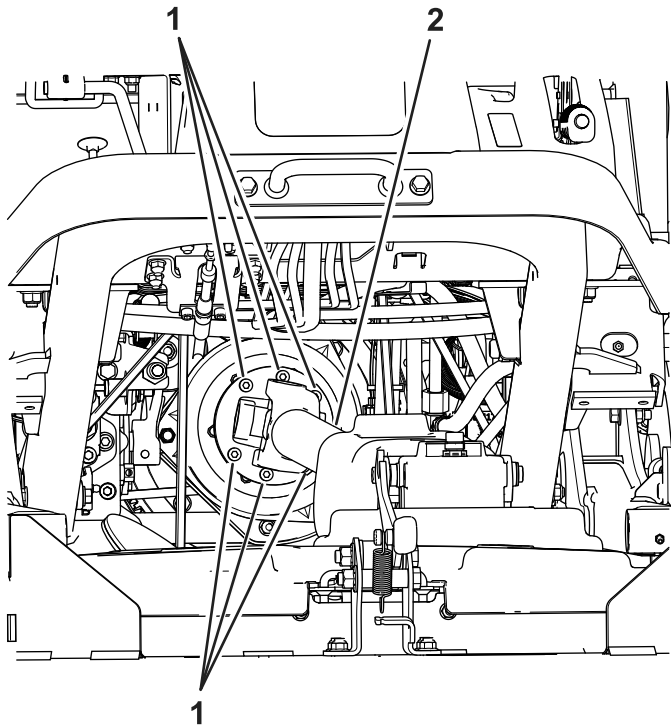

Bild 2
- Entfernen Sie die sechs Schrauben, mit denen die Antriebswelle an der Kupplung befestigt ist (Bild 2). Entsorgen Sie die Befestigungselemente.
- Montieren Sie die neue Antriebswelle mit sechs Sechskantschrauben (M8-1,25 x 30 mm) an der Kupplung; siehe Bild 2.